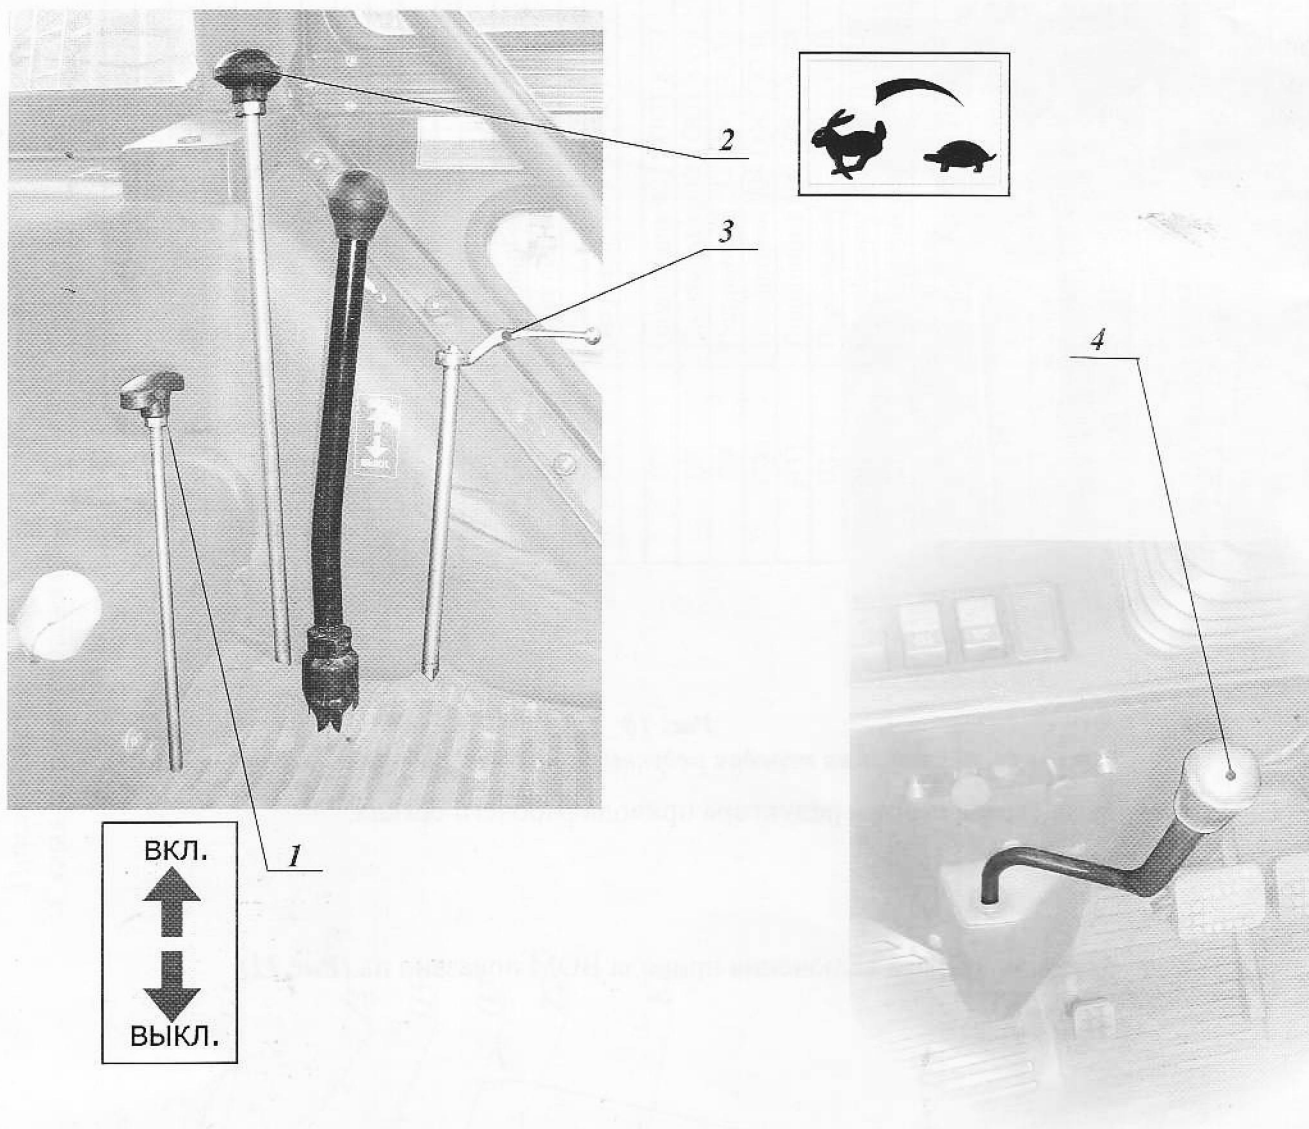

Рис. 12
2.5.4 Расположение и схемы перемещения рычагов управления ходоуменьшителем показаны на (Рис.12).